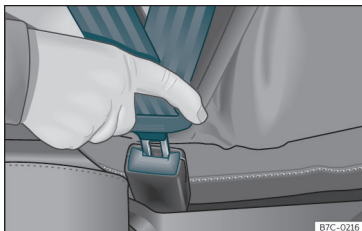

Fig. 13 Insertar la lengüeta del cinturón de seguridad en su cierre.
- Encastre la lengüeta en el cierre del asiento correspondiente »» » **fig. 13**.